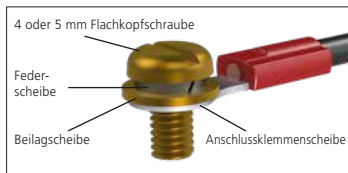

Abb. 7.5.1
**⚠ Um sichere elektrische Verbindungen zu gewährleisten, ist es wichtig, dass die erforderlichen Unterlegscheiben wie in Abbildung 7.5.1 dargestellt verwendet werden. Andernfalls können sich Verbindungen lösen oder Schrauben an Ring-Crimp-Anschlüssen nicht festklemmen. Federscheiben müssen zusammengedrückt werden. Schraubenanzugsmomente dürfen 1,5 Nm (1.1 lbf.ft) nicht überschreiten.**